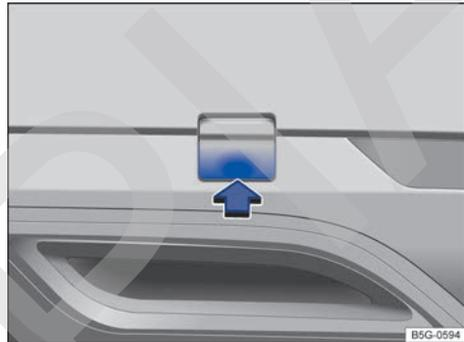

Fig. 183 En el lado derecho del paragolpes trasero: retirar la tapa.
- Presione sobre la zona inferior de la tapa → fig. 183 en el sentido de la flecha para desencastrar esta.